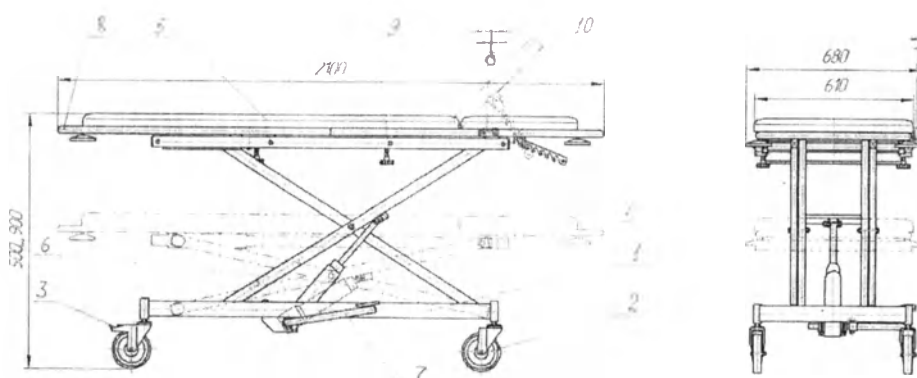

Рисунок 1
2.1 Тележка (см. рисунок 1) имеет основание 1, сваренное из стальных труб и установленное на четыре самоориентирующие колеса 2, два из которых имеют тормоз 3. На основание 1 установлен крестообразный рычажный механизм 4 подъёма и опускания ложа 5 и гидропривод 6 с педалью 7 при нажатии на которую вниз происходит подъём ложа, опускание ложа происходит при нажатии на педаль вверх. Панель ложа оснащена ручками 8 за которые осуществляется транспортировка тележки. Панель также оснащена снимаемыми ограждениями (конструктивно не показаны) которые вставлены во втулки 9 и зафиксированы там резьбовыми зажимами. Для фиксации пациента ограждение устанавливается вверх, а если не нужно, то вытаскивается из втулок 9 переворачивается снова вставляется и смотрит вниз не мешая перекладывать пациента. На панели закреплён (с помощью 2-х болтов на М6) штатив 10 оснащенный двумя кольцами и двумя крючками для удержания различных ёмкостей.